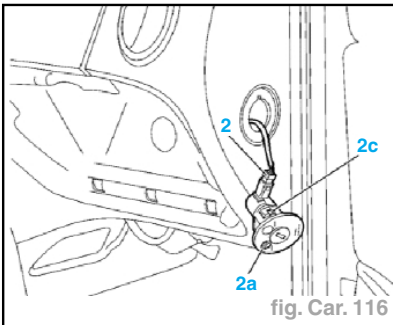

fig. Car. 116
- Engager les retenues (2c) (fig. Car. 116).